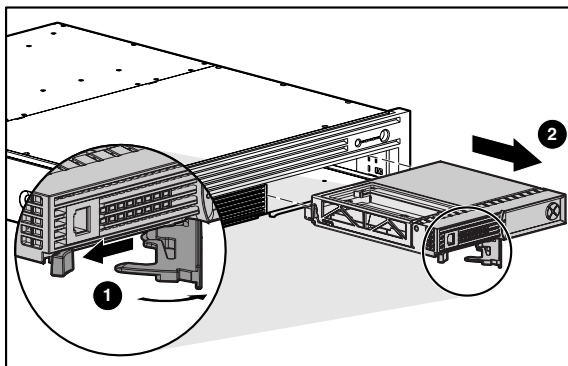

Figura 5: Rimozione del controller
1. Premere la levetta e ruotare la maniglia della levetta verso l'esterno ❶.
2. Estrarre il controller dal telaio ❷ come illustrato nella Figura 5.